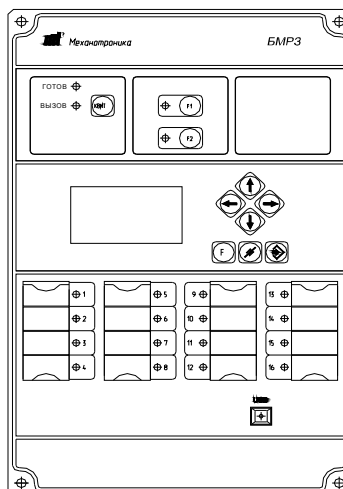

Рисунок 10 - Лицевая панель пульта
4.8.2 Квитирование сигнализации производится с пульта нажатием кнопки "КВИТ" (рисунок 10), по сигналу "Квитирование" или подачей соответствующей команды по каналам связи от АСУ или ПЭВМ (в соответствии с рисунком Б.8).